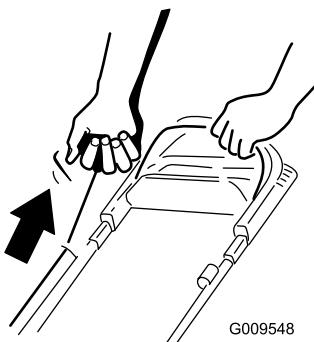

Figure 18
- Tirez sur la poignée du lanceur (Figure 18).
Remarque: Tirez la poignée du lanceur lentement jusqu'à ce que vous sentiez une résistance, puis tirez vigoureusement (Figure 18). Laissez le lanceur se rétracter lentement jusqu'à la poignée.